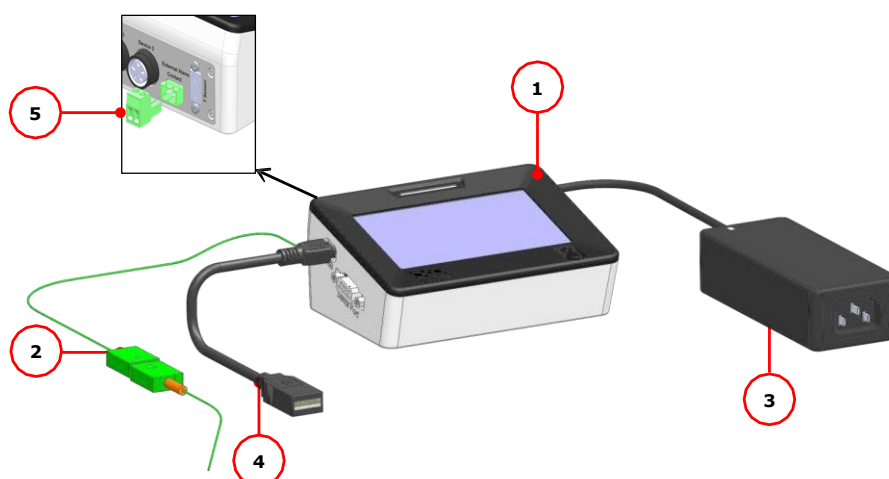

Figura 1. H401-T-CONTROLLER – Componenti.
- 1 **Controllore.** Regolatore di temperatura a doppio canale. Vedere il puntatore 1 nella Figura 1.
- 2 **Sensore T.** Termocoppia immersiva di calibro fine, che può essere utilizzata per calibrare i dispositivi di riscaldamento collegati al controller e per misurare la temperatura, secondo necessità. Vedere il puntatore 2 nella Figura 1.
- 3 **Alimentatore e cavo di alimentazione.** Alimentatore 24V DC-60 W. Vedere il puntatore 3 nella Figura 1.
- 4 **MINI-USB-OTG.** Cavo OTG mini USB per collegare un'unità USB all'H401-T-CONTROLLER per il download dei dati. Vedere il puntatore 4 nella Figura 1.
- 5 **Morsetto a vite di allarme.** Allarme di chiusura dei contatti. Vedere il puntatore 5 nella Figura 1.